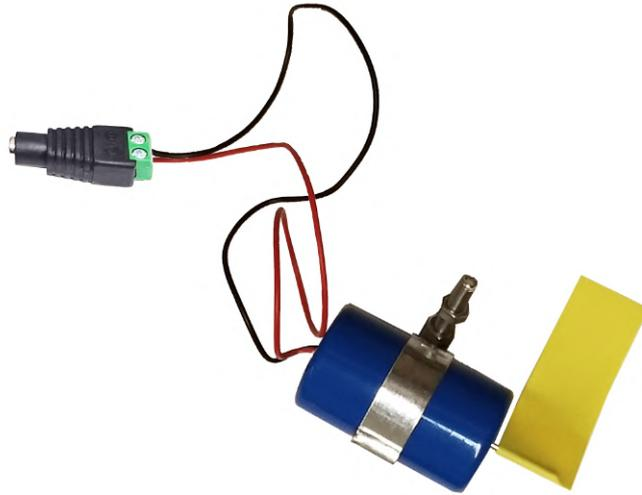

Figura 19 - Motor com fita de papel no eixo para identificar o sentido de rotação e ligado ao conector.
2. Colar com fita-cola uma tira de papel ao eixo (Figura 19);
3. Ligar cuidadosamente o terminal vermelho do motor à saída positiva (+) do conector da fonte de alimentação (fornecido) e o terminal preto à saída negativa (-) (Figura 19);